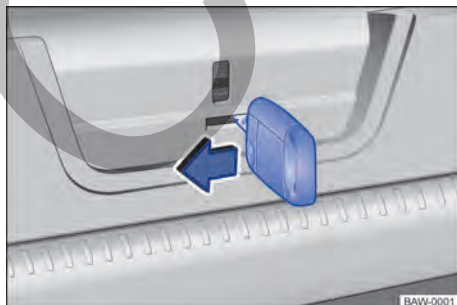

Fig. 60 En el maletero: desbloquear la tapa trasera.
- Introducir la varilla de la llave en la apertura de la tapa trasera → fig. 60 y mover la palanca de desbloqueo en la dirección de la flecha. <